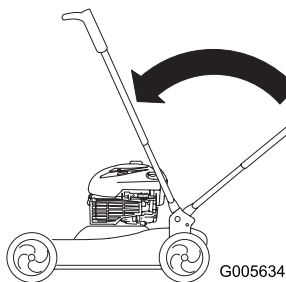

Figure 38
2. Relevez le guidon à la position verticale (Figure 38).